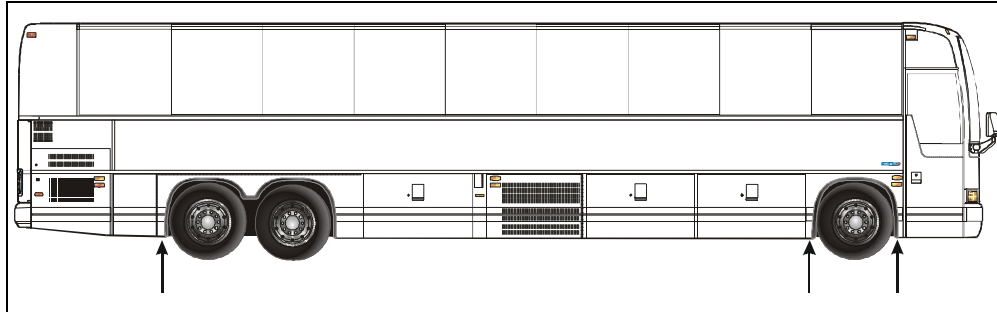

FIGURE 5 : POINTS DE LEVAGE SOUS LE CHÂSSIS
1. Soulever le véhicule par les points de levage situés sous le châssis (voir figure 5).